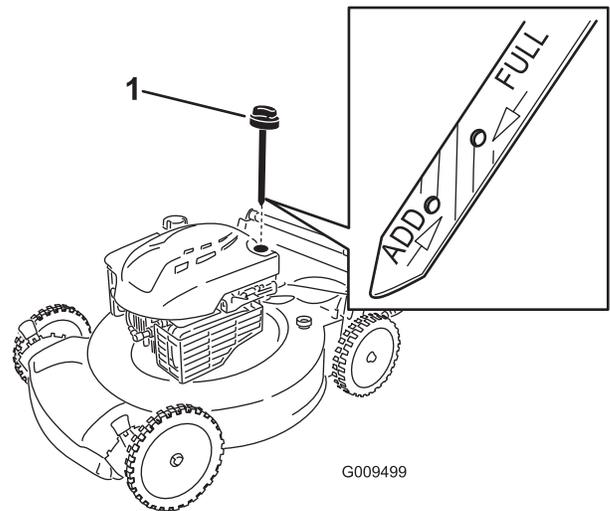

Figure 24
2. Retirez la jauge (Figure 24).
4. Versez de l'huile **lentement** dans le goulot de remplissage pour faire monter le niveau jusqu'au repère du plein (**Full**) sur la jauge (Figure 24). **Ne remplissez pas excessivement.**